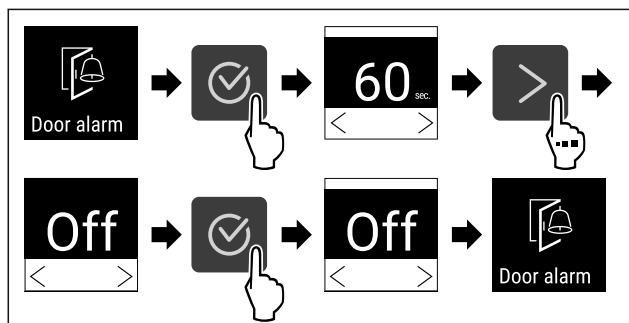

Fig. 97
- Εκτελέστε τα βήματα ενεργειών [βλέπε Fig. 97].